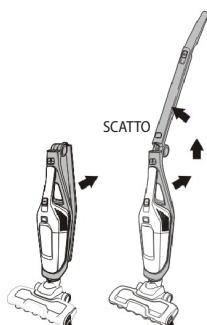

Fig. 1
1. Se la maniglia è piegata, raddrizzarla sino a che non entra nella propria sede sentendo uno scatto (Fig. 1).